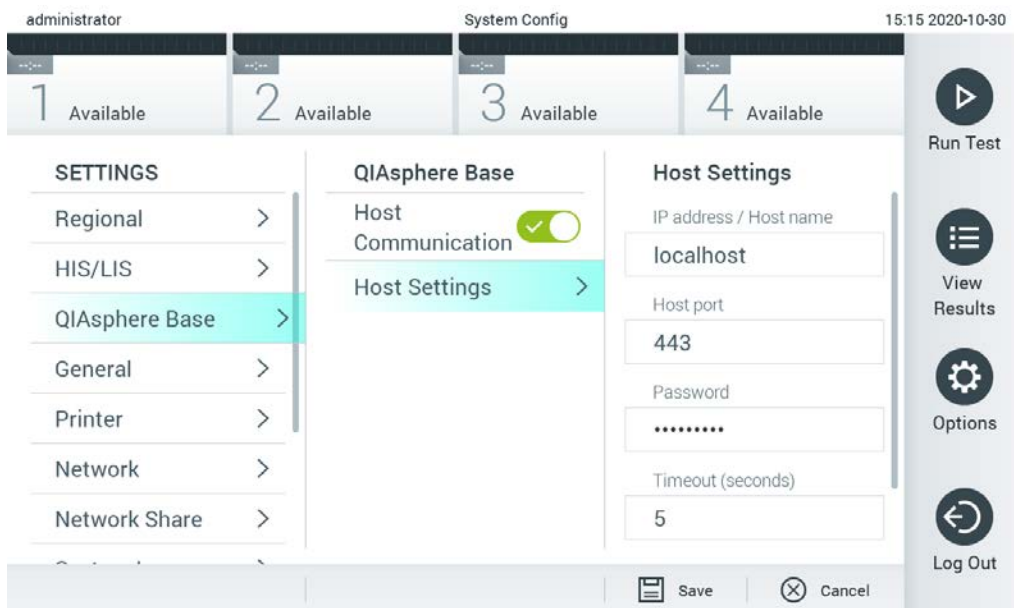

Figure 66. Configuration de la connexion QIASphere Base
2. Sélectionnez QIASphere Base dans la liste des paramètres dans la colonne de gauche (Figure 66).